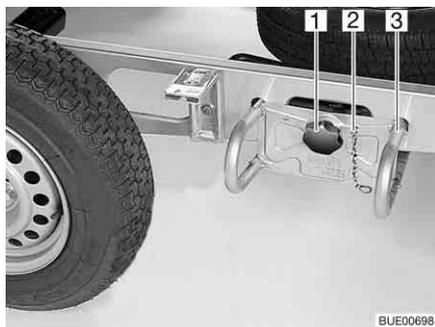

Bild 213 Ersatzrad-Halterung
- Die Sicherungskette (Bild 213,2) aushängen.
- Den Sterngriff (Bild 213,1) lösen und herausdrehen.
- Den Ersatzrad-Halter (Bild 213,3) ca. 10 cm weit herausziehen und am Boden ablegen.